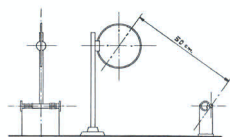

fig. 2
11) Collegare il generatore ad un'antenna standard a telaio disposta come in fig. 2. In